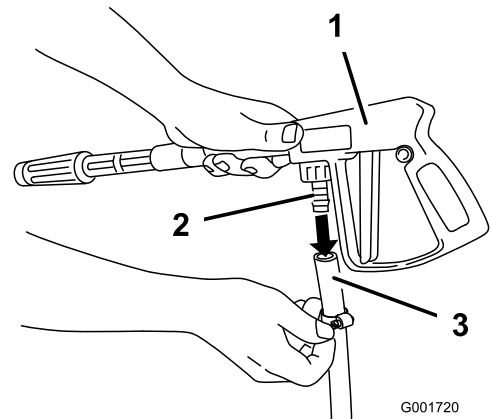

Bild 11
1. Schließen Sie das freie Ende des langen Schlauchs an die Armatur an der Spritzpistole an (Bild 11).